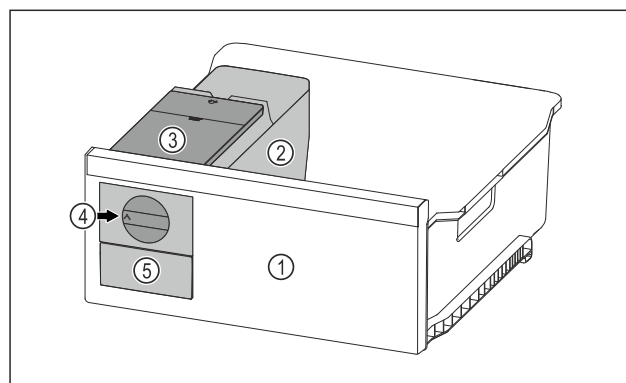

Fig. 41 Vejledende illustration
- Drej drejeknappen Fig. 41 (4) med uret indtil anslaget.
- ▷ Isterninger falder ud af isterningebakken og ned i isterningskuffen Fig. 41 (5).